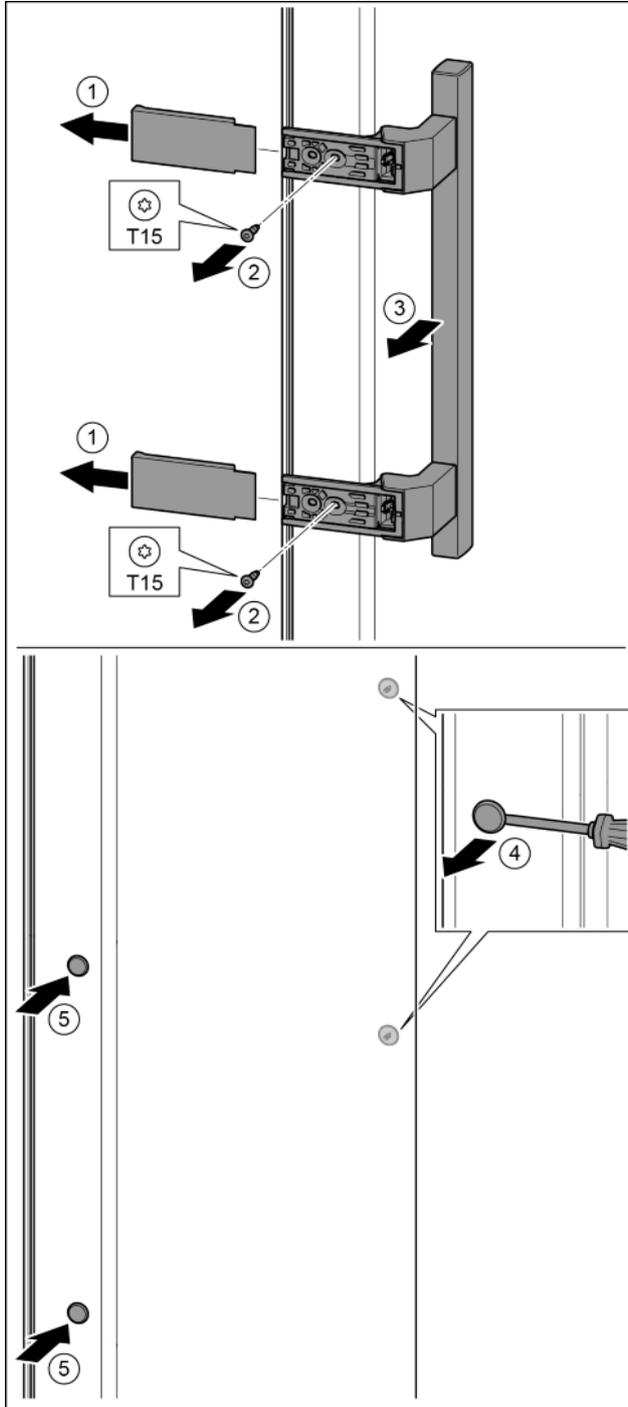

Fig. 33
- ▶ Retirer le cache. *Fig. 33 (1)*
- ▶ Desserrer les vis avec un tournevis T15. *Fig. 33 (2)*
- ▶ Déposer la poignée. *Fig. 33 (3)*
- ▶ Soulever délicatement le bouchon latéral avec un tournevis plat et le sortir. *Fig. 33 (4)*
- ▶ Remettre en place le bouchon de l'autre côté. *Fig. 33 (5)*